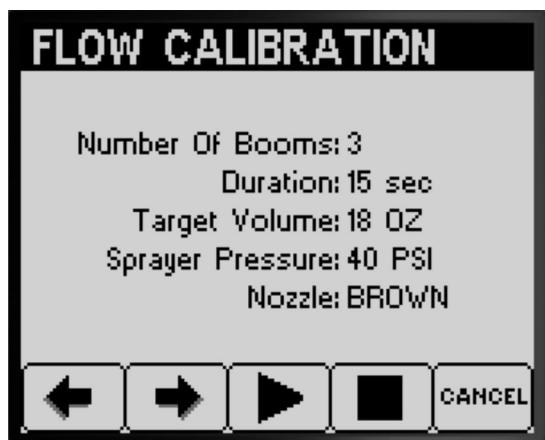

Figura 50
- La ecranul de redare a testului de colectare, confirmați numărul de brae, culoarea duzei și apăsați butonul 3 pentru a începe testul de colectare (Figura 50).